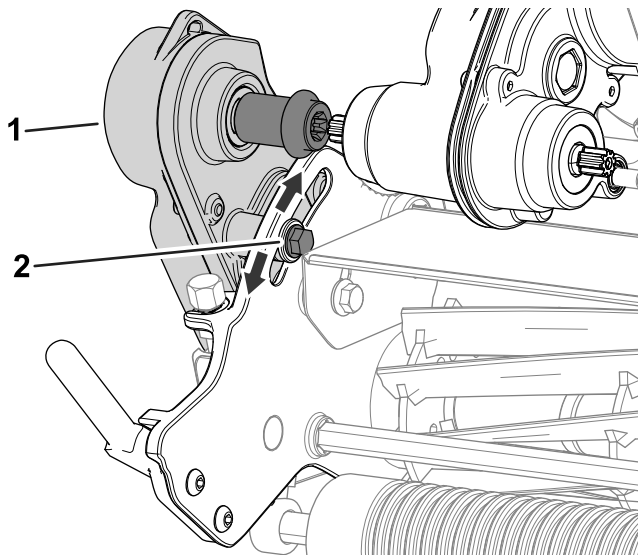

Figura 47
1. Afloje el perno indicado en la Figura 47.